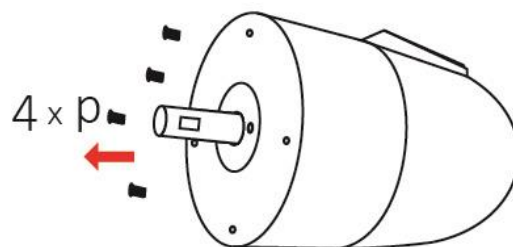

Fig. 10
2. Allentare le quattro viti (p) sul lato anteriore dell'unità motore (Fig. 10).